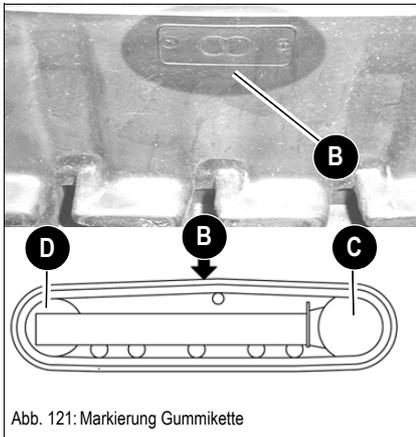

Abb. 121: Markierung Gummikette
- An der Gummikette befindet sich eine Markierung **B** wie in Abb. 121 dargestellt